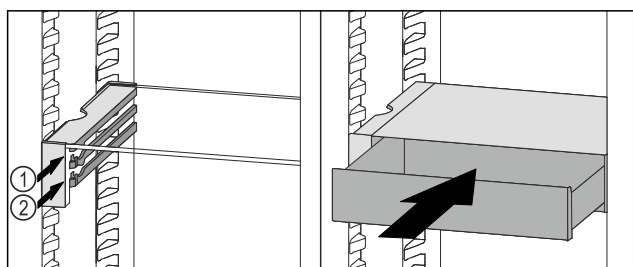

Fig. 144
- Nasadte zásuvku VarioSafe za zářezky na požadovaném žebro Fig. 144 (1) nebo Fig. 144 (2).